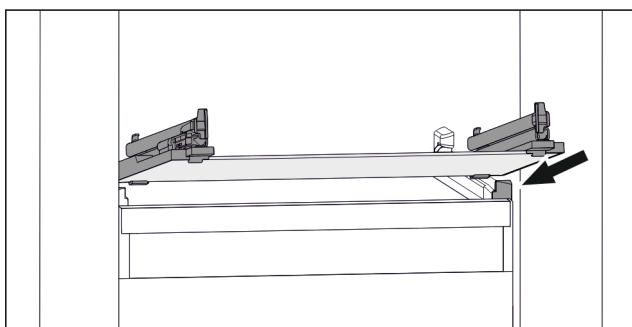

Fig. 89 Примерное отображение стеклянной пластины
- ▶ Наклоняя вниз, установите стеклянную пластину за створку. (см. Fig. 89)